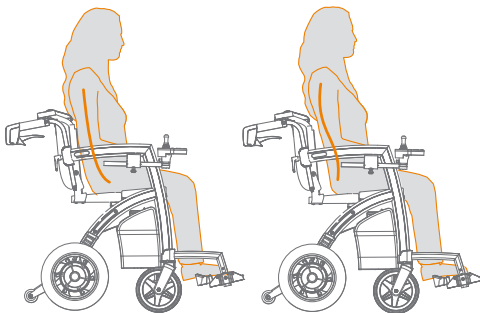

Abbildung 54: Vor und nach der Einstellung der Gurte; rechts sehen Sie die richtige Sitzposition.
- f. Probieren Sie aus, ob der Nutzer bequem in einer korrekten Sitzposition sitzen kann (**Abbildung 54**).